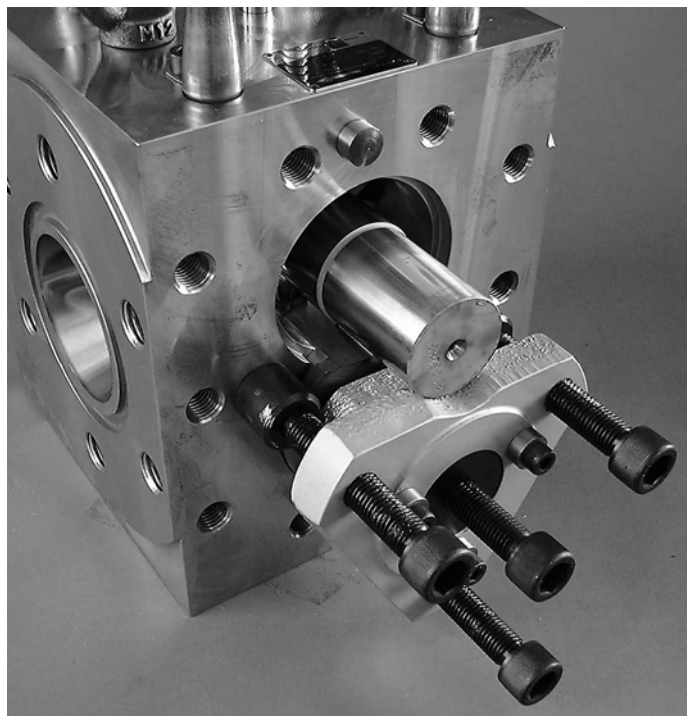

Рисунок 8.9 Съемник для подшипника, привинченный на стороне NASU
- Привинтите съемник для подшипников к корпусу на стороне, противоположной приводу, вниз (NASU, рисунок 8.9).